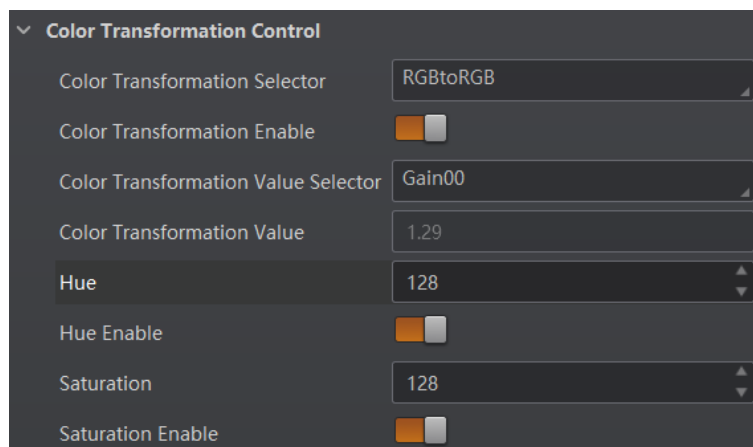

图7-41 调节饱和度
3. 在 *Saturation* 参数中输入需要设置的数值，范围为 0~255，如图 7-41 所示。